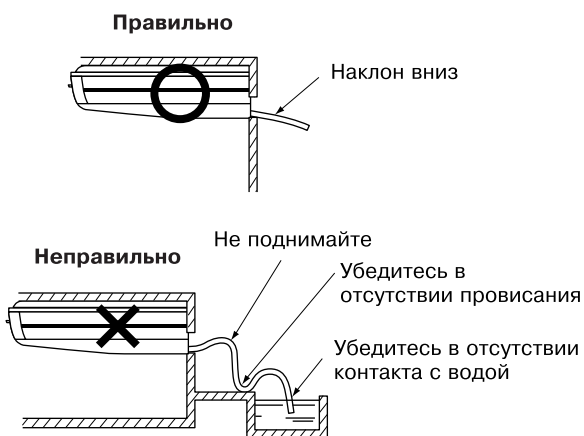

Рис. 21
- Во избежание образования воздушных пробок следите за тем, чтобы не превышалась допустимая длина дренажной трубы и обеспечивался ее наклон вниз с градиентом не менее 1/100. (См. рис. 21)